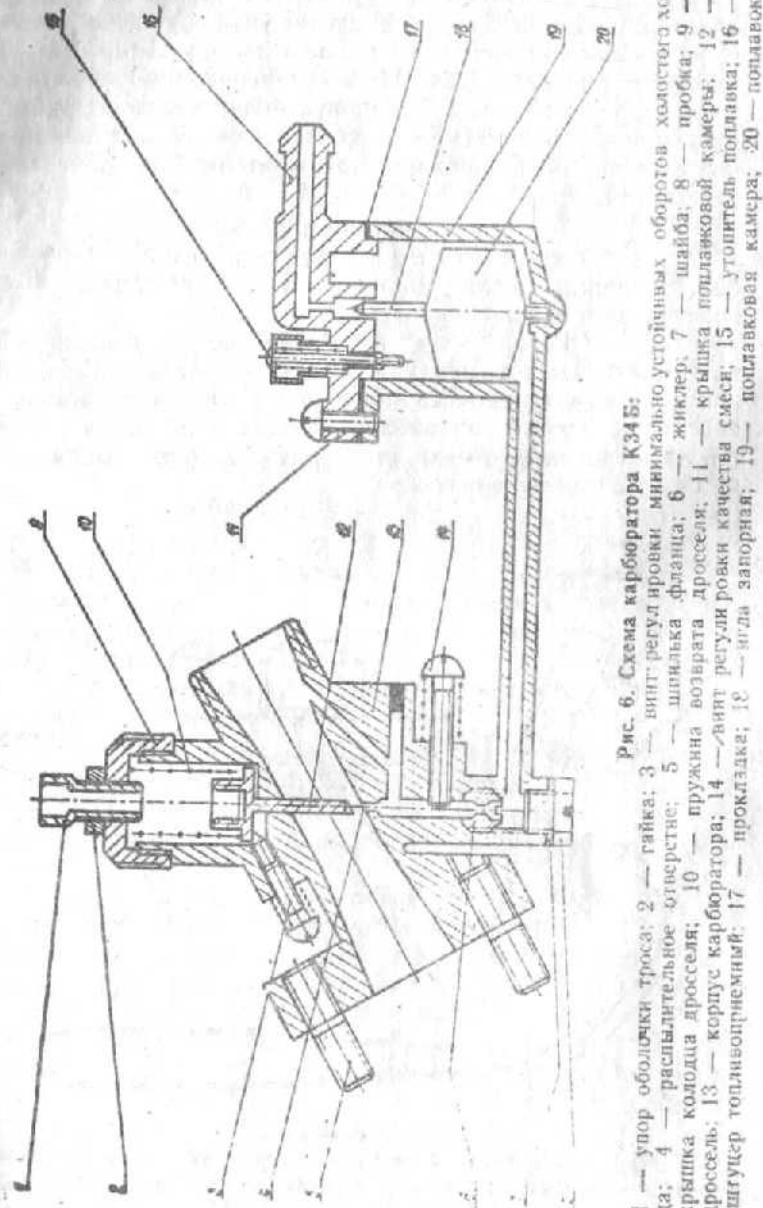

Рис. 6. Схема карбюратора К34Б:
Втулка 1 имеет продольный паз 10, а втулка 2 винтовой паз 9, между которыми находится ползунок 3, соединенный с гибким тросом и дросселем 12 карбюратора (рис. 6).
Карбюратор (рис. 6) состоит из корпуса 13, крышки поплавковой камеры 11, поплавка 20 с иглой 18, дросселя 12 и жиклера 6. Топливо из бака через фильтр топливного крана по топливопроводу поступает самотеком к штуцеру крышки 16 и заполняет поплавковую камеру.
5. При положении ручки управления дросселем карбюратора на себя до упора проверить полное открытие диффузора карбюратора, для чего снять воздухоочиститель. При необходимости отрегулировать винтом I (рис. 6).
3. При запуске холодного двигателя следует нажать на кнопку утопителя 15 (рис. 6) до полного заполнения поплавковой камеры (топливо должно показаться из-под колпачка утопителя). При запуске прогретого двигателя нажимать на кнопку утопителя не надо.
Если двигатель глохнет, ввернуть винт 3 (рис. 6) на 1÷2 оборота. При повышенных оборотах холостого хода вывернуть винт 3 на 1÷2 оборота.